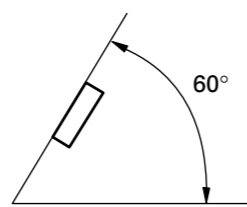

Fig. 1
• Se o ângulo de instalação exceder de 60° desde a horizontal, o aparelho pode não atingir sua performance ótima (Fig. 1).